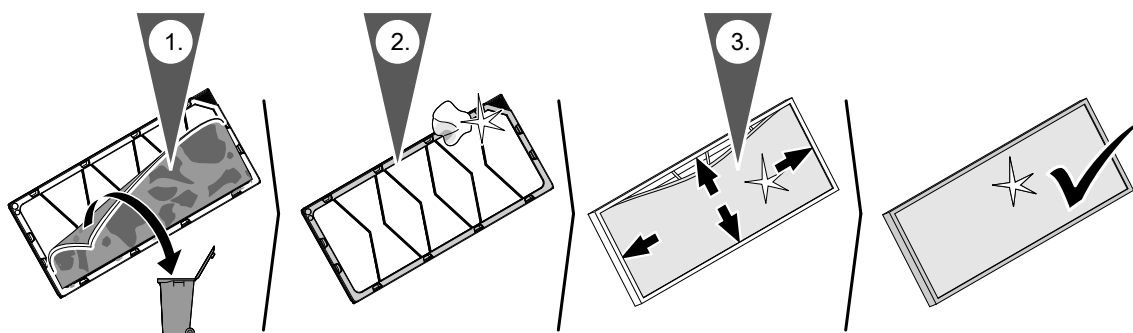

Рис. 61
- Фильтр грубой очистки G4 (= ISO Coarse 60 %): замените только фильтрующий материал в корпусе фильтра: см. рис. 61.